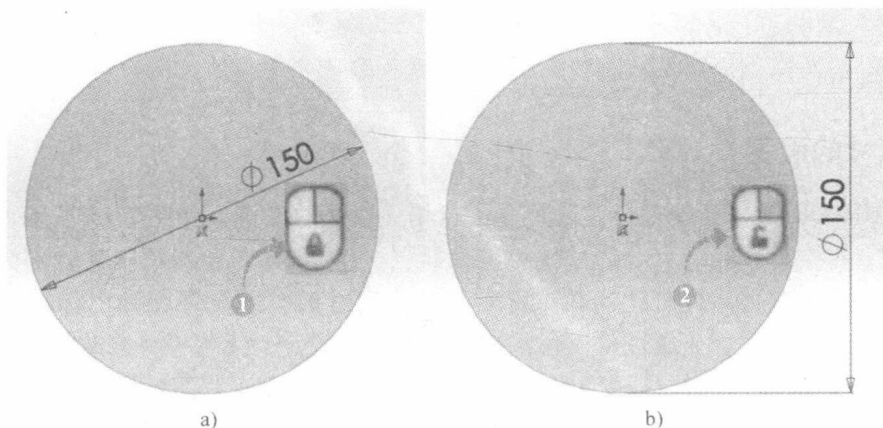

图 1-15 尺寸的选取与预览
如图 1-15 所示, 同样标注圆的直径“150”, SOLIDWORKS 会根据鼠标指针所在位置的不同显示不同的尺寸标注样式, 同时会显示标记①和②的鼠标右键图标提示, 用户可以通过单击鼠标右键对标注样式进行锁定与解锁, 当标注样式被锁定后, 就不用再根据鼠标指针位置的变化而改变标注样式了。